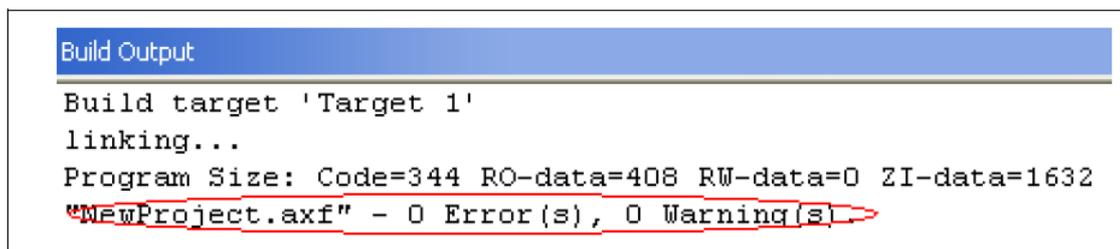

Figura 16. Proyecto compilado con éxito en MDK-ARM μVision4
9. Si el proyecto se compila con éxito, se abrirá la siguiente ventana (figura 16):